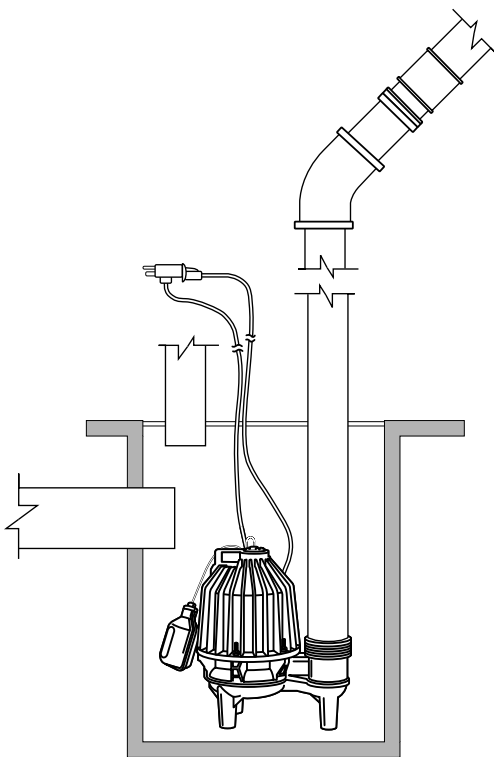

Figure 2 – L'installation de la pompe d'égouts
1. Construisez un bassin en béton, acier ou plastique d'une profondeur de 24 po (60,96 cm) et d'au moins 18 po (5,72 cm) de diamètre (*Figure 2, page suivante*). S'il y a déjà un bassin, assurez-vous qu'il soit de la bonne taille.